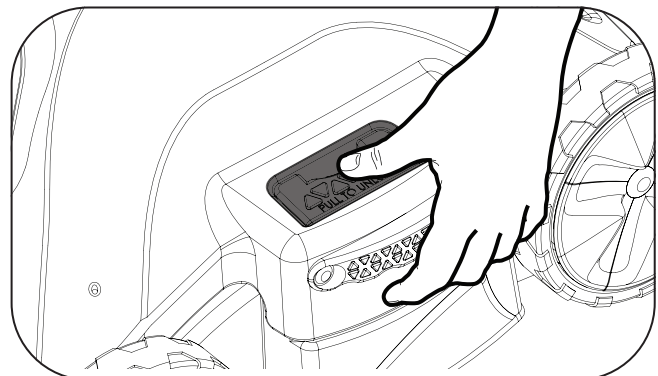

Figura 13. Extraiga la cubierta
2. Empuje las lengüetas laterales hacia abajo y hacia afuera para liberar la tapa del limpiador (Figura 13).